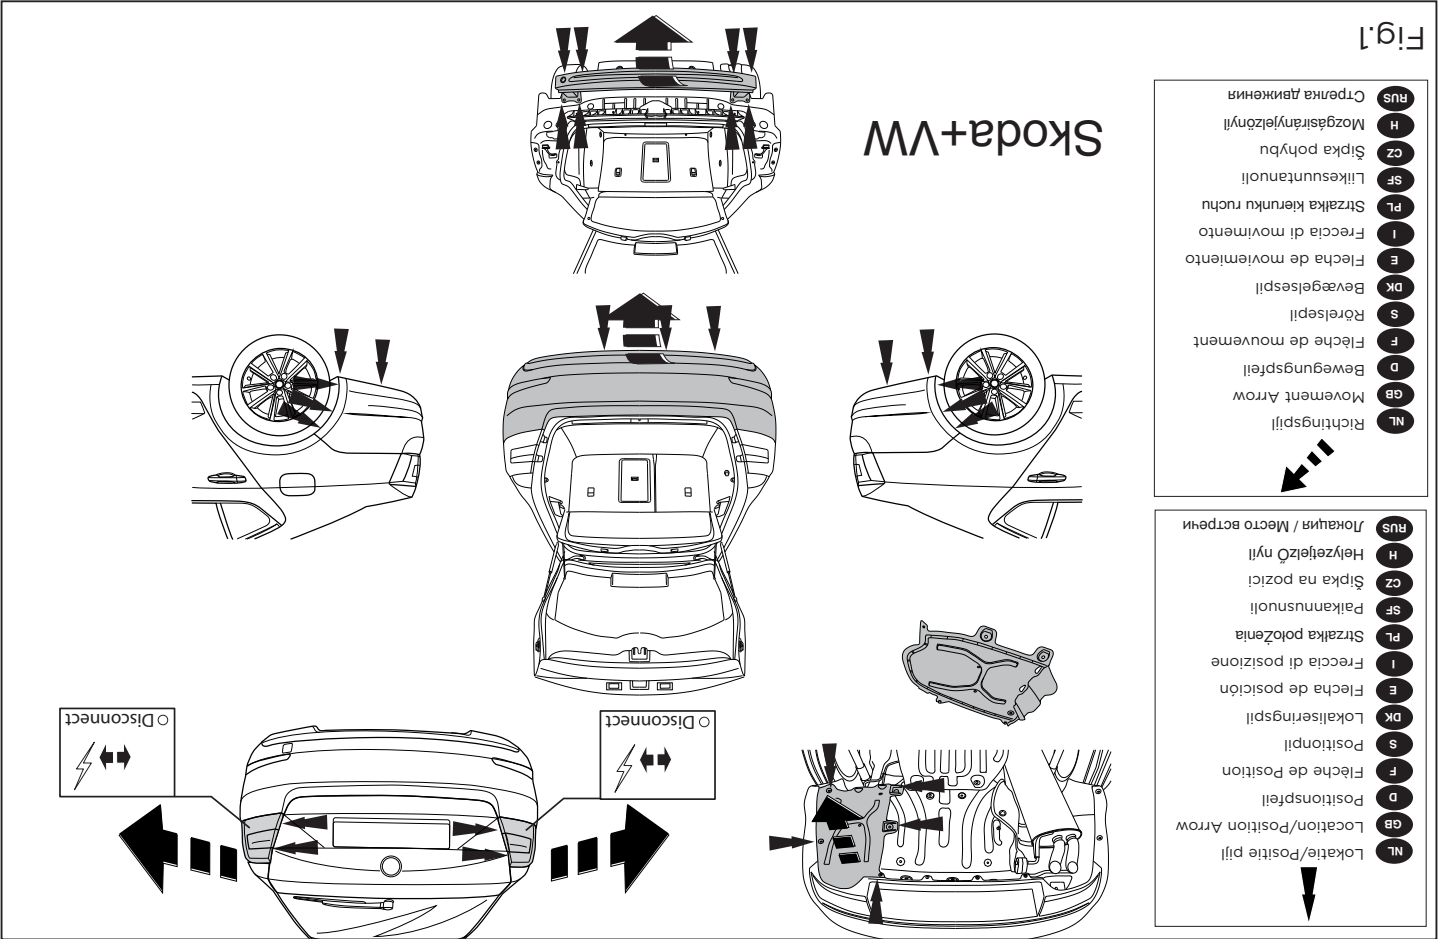

Fig.1
2. Remove the plastic protective cap. Remove the bumper and the steel buffer beam from the vehicle. The buffer beam will no longer be needed. Replace the bolts. See figure 1; 1a.
2. Die Kunststoffschutzkap abmontieren. Die Stoßstange einschließlich des stählernen Stoßbalkens vom Fahrzeug abmontieren. Der Stoßbalken wird nicht mehr benötigt. Die Schrauben wieder anbringen. Siehe Abbildung 1; 1a.
2. Déposer la cache de protection en plastique. Déposer le pare-chocs du véhicule y compris la traverse en acier ; la traverse ne sera plus utilisée. Remettre les boulons de fixations en place. Voir la figure 1; 1a.
- не понадобится. Поставить болты на место. См. рисунок 1; 1а.
- ikke længere anvendes. Sæt boltene på plads igen. Se fig. 1; 1a.